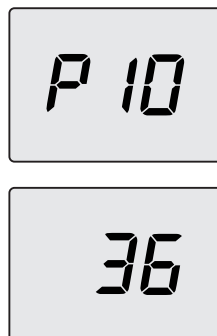

Figura 5.44
- Desplace los parámetros mediante los botones 13 o 14 hasta que aparezcan en el display LCD las letras **P10** que se alternan con el valor del parámetro, indicando que se ha entrado en el "parámetro 10" (Figura 5.44).
- Pulsando simultáneamente los botones 12 y 13 (Figura 5.42) se sale sin modificar el valor (se vuelve a la lista de parámetros Figura 5.44)